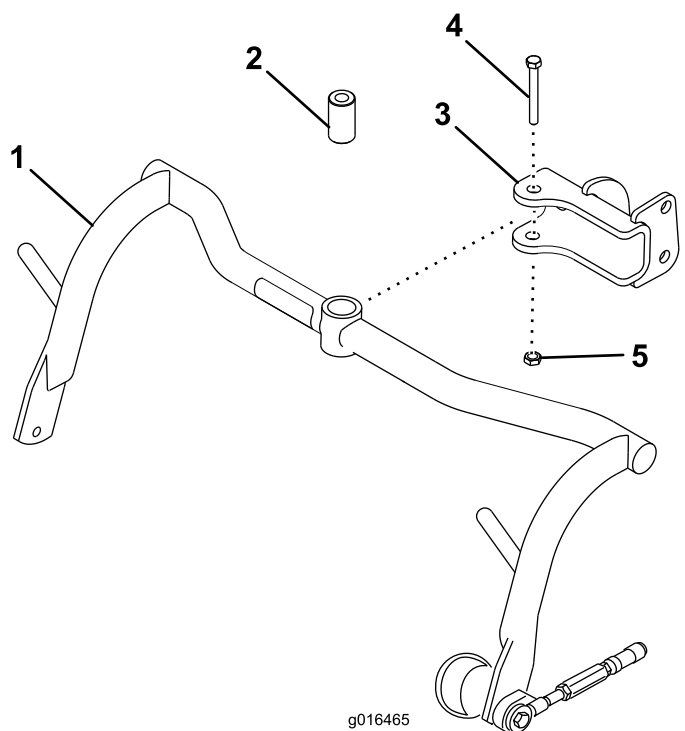

Figura 5
1. Montați un ansamblu de cadru de susinere pe fiecare tift cu un distanțier, un urub ( $\frac{1}{2}$  x 3- $\frac{1}{4}$ " ) i o contrapiuliță ( $\frac{1}{2}$ " ); consultați Figura 5. Strângeți la un cuplu între 91 - 113 N·m.